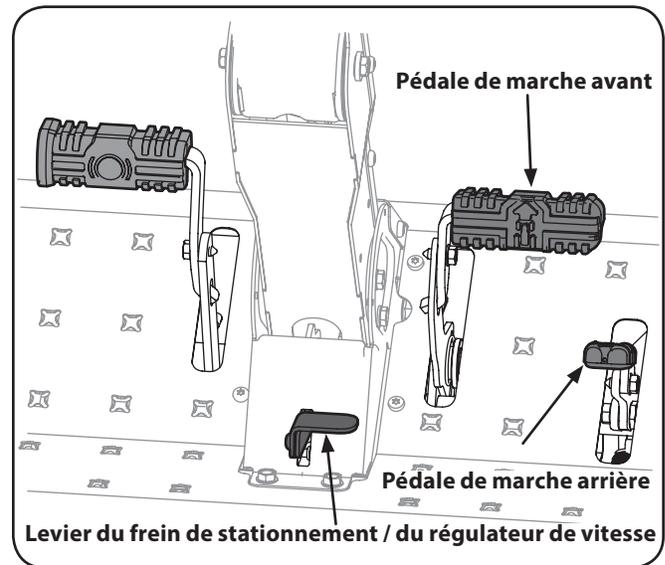

Figure 5-2
2. Pour vous déplacer en marche avant, appuyez doucement sur la pédale de marche avant  jusqu'à ce que vous atteigniez la vitesse désirée. Voir Figure 5-2.
- Pour vous déplacer en marche arrière, regardez d'abord derrière vous, puis appuyez doucement sur la pédale de marche arrière avec l'avant du pied (et NON avec le talon) jusqu'à ce que vous atteigniez la vitesse désirée. Voir Figure 5-2.